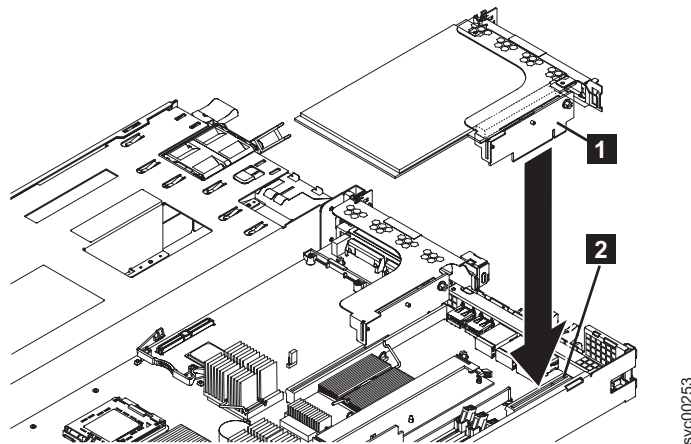

図 186. SAN ボリューム・コントローラー 2145-8G4 用のライザー・カード・アセンブリーの再取り付け
1. アダプターを挿入する場合、まずロー・プロファイル・アダプターのエッジ・コネクタ **1** をライザー・カード・アセンブリー **4** 上のコネクタ **3** に位置合わせします。アダプターがライザー・カード・アセンブリーにカチッとハマったことを確認します。図 186 に示すように、ライザー・カード・エッジ・コネクタ **5** をしっかりとシステム・ボード・コネクタに押し込みます。